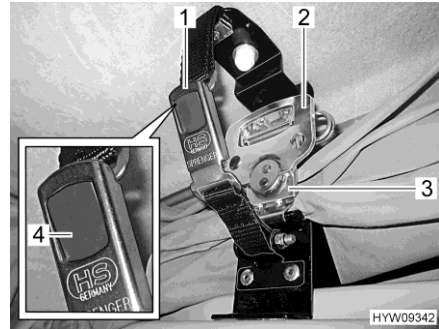

Bild 56 Lås (uppfällbart tak)
- Öppna säkerhetslåsen (Bild 56,1) på båda sidorna. Tryck därefter på den grå tryckknappen (Bild 56, 4).
- Fäll ut vardera handtag (Bild 56,2) på snabblåset (Bild 56,3) och dra ett halvt varv moturs. Låset är på så sätt upplåst.